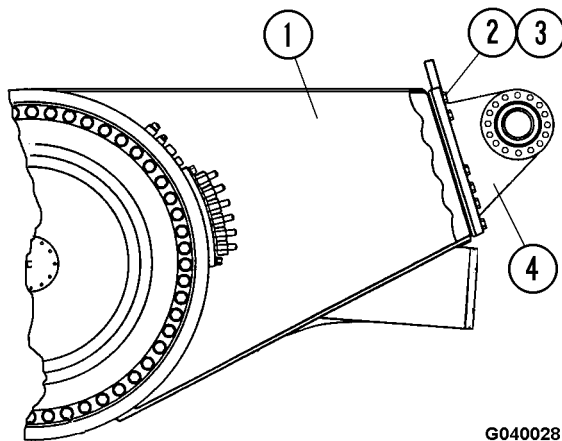

FIGURA 4-2. ACCESORIO DEL ANILLO PIVOTE
1. Conecte un dispositivo de elevación al anillo pivote (4, Figura 4-2). El peso del anillo pivote es 346 kg (762 lbs).
2. Retire todos los pernos (2) y las arandelas planas (3). Saque el anillo pivote de la carcasa del eje (1).
2. Asegúrese de que el área de contacto de la caja de ejes (1, Figura 4-2) y anillo pivote (4) estén limpias y sin daño.
4. Levante el anillo pivote en posición en la parte delantera de la caja del eje. Inserte varios pernos (2) y arandelas planas (3), para alinear las piezas. Retire el dispositivo de elevación.